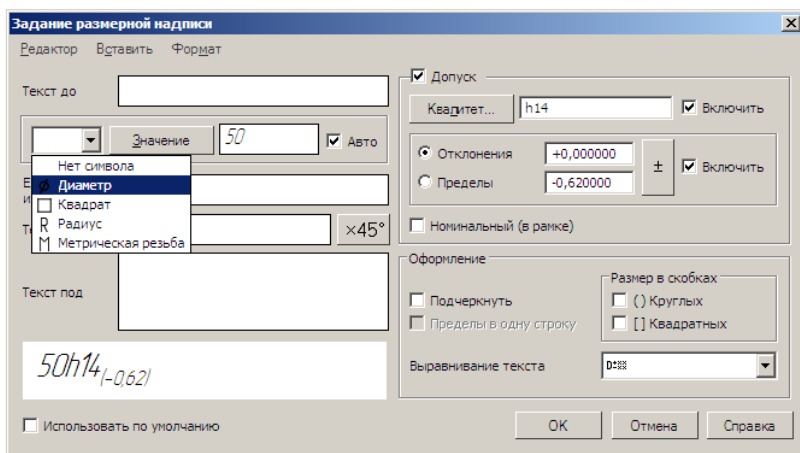

Рис. 2
7) Включите кнопку значка диаметра в группе «*Текст до*» и флажки «*Включить*» в группах «*Квалитет*» и «*Отклонения*» (рис.2).
17) Включите кнопку значка диаметра в группе **«Текст до»** и флажки **«Включить»** в группах **«Квалитет»** и **«Отклонения»** (рис. 2).